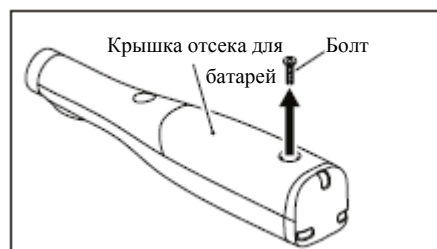

Рис.14
3. Открутите отверткой Phillips болт, который держит крышку отсека для батарей. (Рис.14)